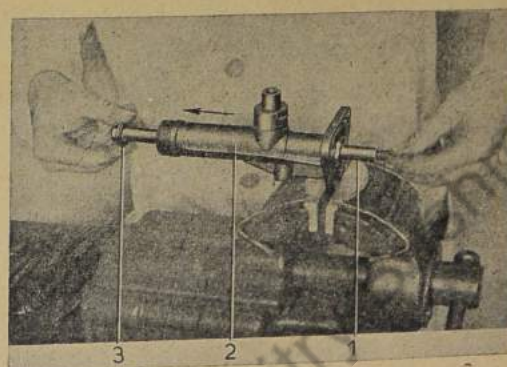

Bild 859: Pumpenstößel herausdrücken
6. Pumpenstößel herausdrücken (Bild 859).